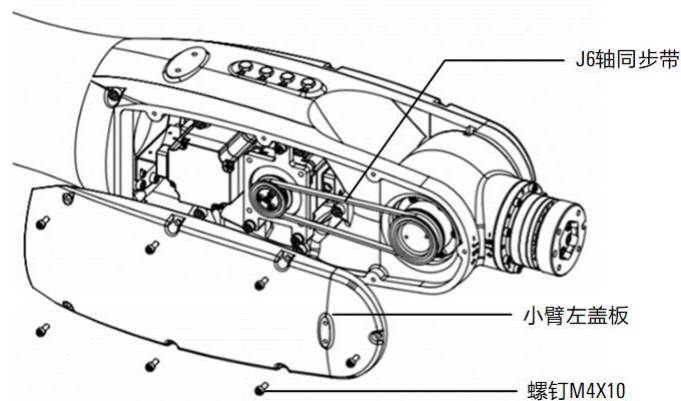

图 12-10 拆卸小臂左盖板
- 步骤3. 拆卸操作机小臂盖板及 7 颗 M4 螺钉，如图 12-10 所示。